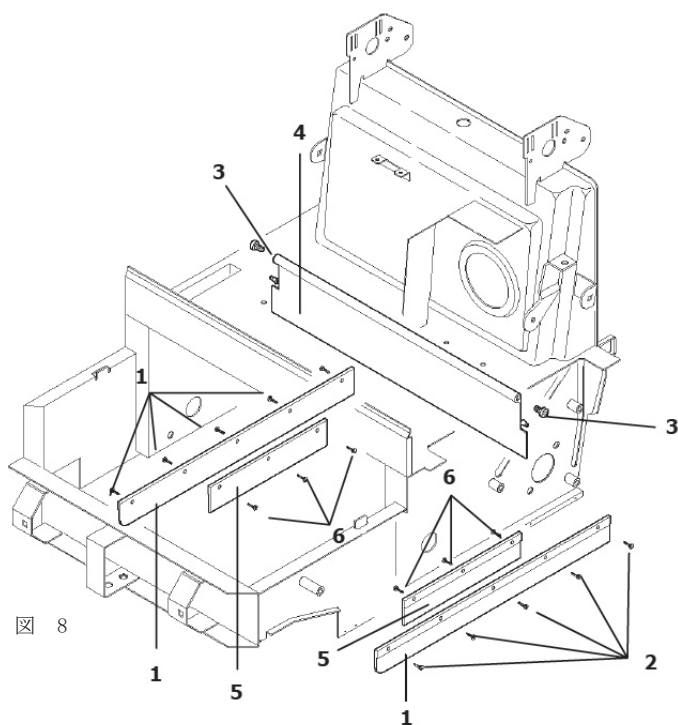

図 8
後輪を取り外して、サイドフラップ（図8、位置1）を交換します。フラップをシャーシに固定しているネジ（図8、位置 2）を外し、新しいフラップと交換します。
内側のサイドフラップ（図 8、位置 5）を交換するには、機械の前面を持ち上げ、フラップをシャーシに固定しているネジ（図8、位置 6）を外します。新しいフラップと交換します。
- ・ シャーシ側面の2つのフラップ固定ピン（図 8、位置 3）を外します。
- ・ フラップ（図 8、位置 4）を手を持ち、機械の外側に引き出します。